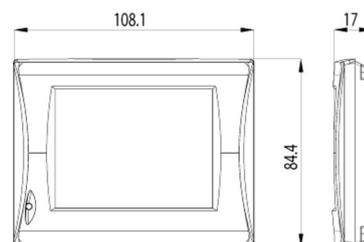

Рисунок 3 - Пульт управления
3.3.1 При подаче электропитания на вентиляционную установку прозвучит звуковой сигнал, оповещающий о готовности к работе, затем ВУ перейдёт в дежурный режим. Управление установкой осуществляется с пульта управления (Рисунок 3).